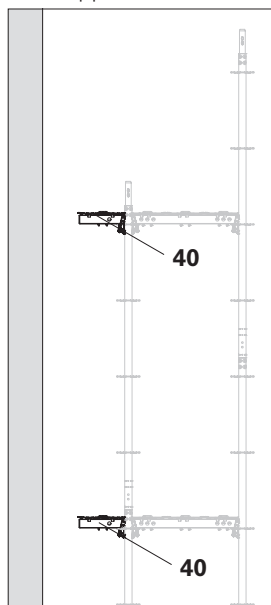

Fig. A6.07b
I supporti UC (40) e UCS (47) non consentono il montaggio di un parapetto. Pertanto, utilizzare i supporti solo sul lato interno dell'impalcatura. Distanza tra superficie dell'impalcato e edificio ≤ 30 cm. (Fig. A6.07b)